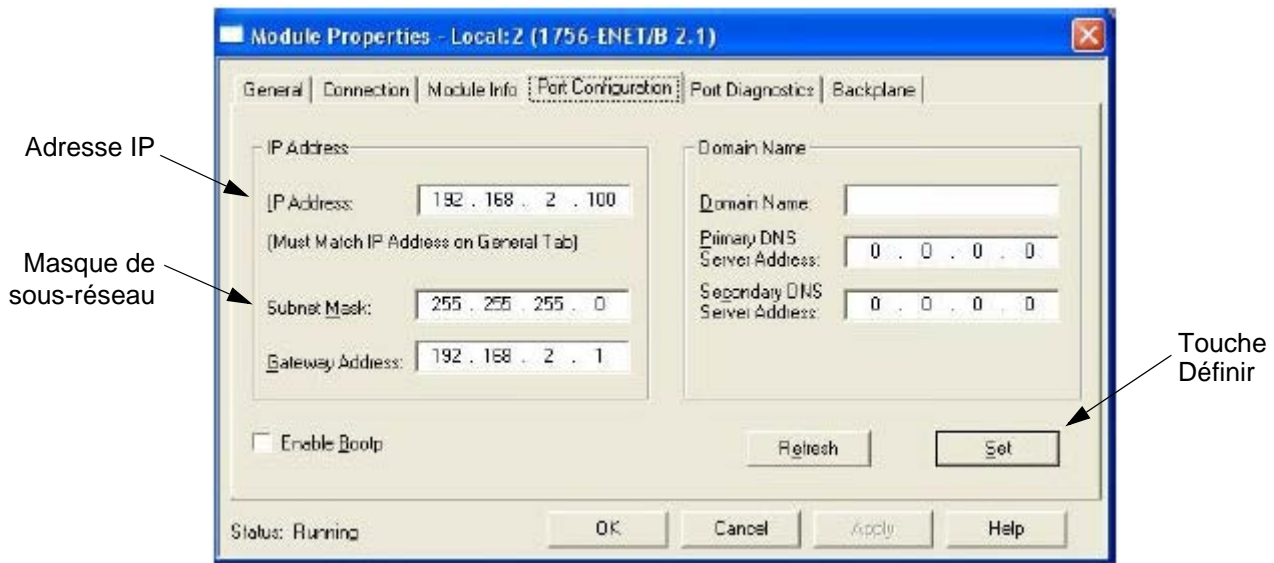

FIG. 70 : Fenêtre Configuration du port
- h. Sélectionnez l'onglet Configuration du port dans la fenêtre Propriétés du module. Voir la FIG. 70.